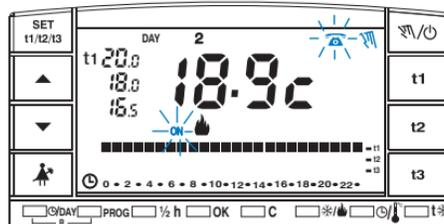

fig. 1
**En fermant le contact:** le chronothermostat fonctionnant selon le programme, manuel temporaire/permanent ou programme Holiday, se met en **fonctionnement manuel permanent avec température confort t1**. A l'écran les symboles clignotant et apparaissent et indiquent le forçage (fig.1).